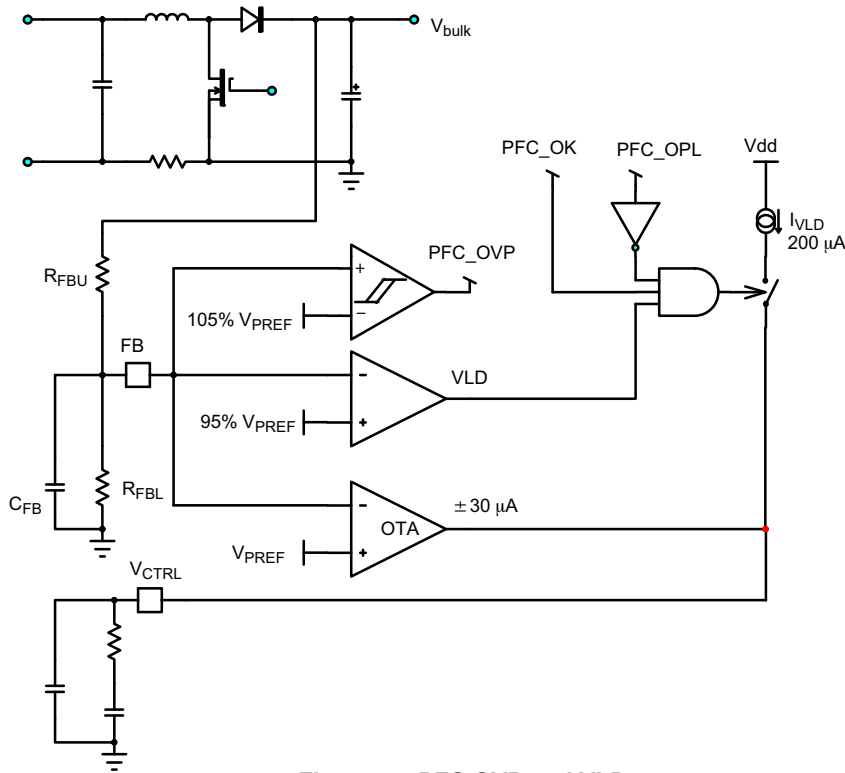

Figure 52. PFC OVP and VLD
安定化ブロックの帯域幅が狭い場合、起動中などに発生する突然の負荷または入力電圧の変動によって、PFCステージの出力電圧に過剰なオーバershootやアンダershootが生じる可能性があります。Figure 52に示すように、NCP1910は出力電圧が安定状態から外れた場合のために、出力電圧の安定化を維持するための2つの機能を備えています。
- 低電圧検出(VLD) : NCP1910は、バルク電圧が安定化レベルの95%よりも低下した場合に、内部200  $\mu$ Aの拡張電流源によって、安定化ループを大幅に加速します。通常状態では、OTAの出力電流の最大シンクおよび最大ソース能力は、約30  $\mu$ Aです。「低 $V_{out}$ 検出」ブロック(VLD)により、 $V_{FB}$ が $V_{PREF}$ の95%よりも低下すると、200  $\mu$ Aの補助電流源(Figure 52の $I_{VLD}$ )が $V_{CTRL}$ を急速に上昇させ